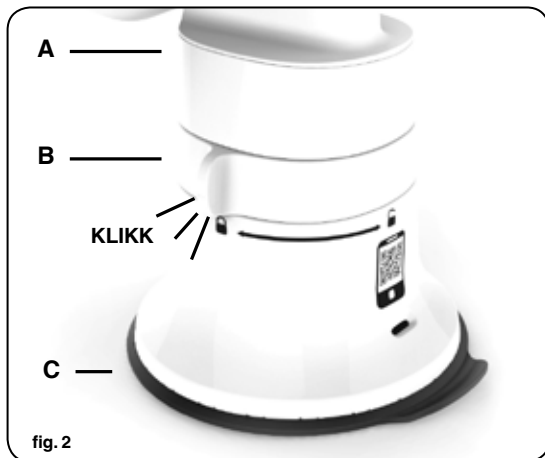

fig. 2
3. For å feste foten til benkeplaten og låse den øvre delen til sugefoten, dreier du ringen (B) til låst posisjon  til du hører et klikk. Forsikre deg om at alle delene er låst sammen (fig. 2).